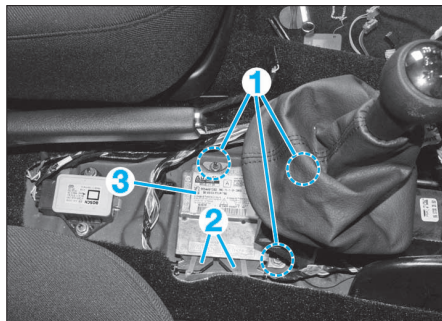

FIG. 15
- Déposer les trois vis de fixations (1) du calculateur (Fig.15).
- Débrancher les connecteurs (2).
- Déposer le calculateur d'airbag (3).